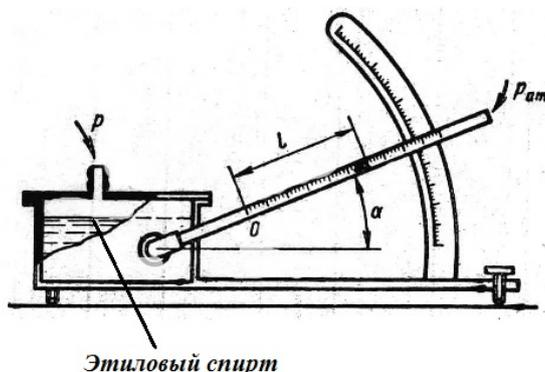

Рис. 24. Манометр с переменным углом наклона трубки (Тип ММН-240)
5. Микроманометр с переменным углом наклона трубки (рис. 24);